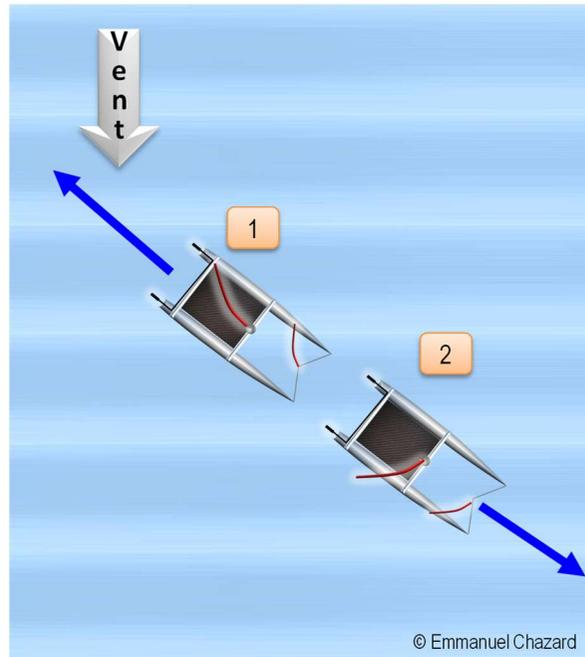

Figure 50. Repartir en avant après une marche arrière dos au vent
La Figure 50 illustre cela : tandis que le catamaran recule rapidement (1) l'équipage choque brutalement la GV et remet le foc sur la bonne amure (2) et le catamaran repart immédiatement en sens inverse.